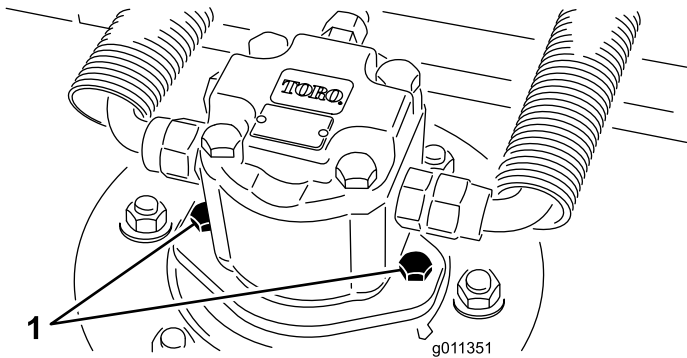

図 118
2. カッティングユニットから油圧モータを外す 図 118。異物が見つからないように、スピンドル上部にはカバーを掛けておく。
3. カッティングユニットに油圧モータを取り付ける 図 118。Oリングを忘れずに、また、損傷させないように注意して取り付ける。